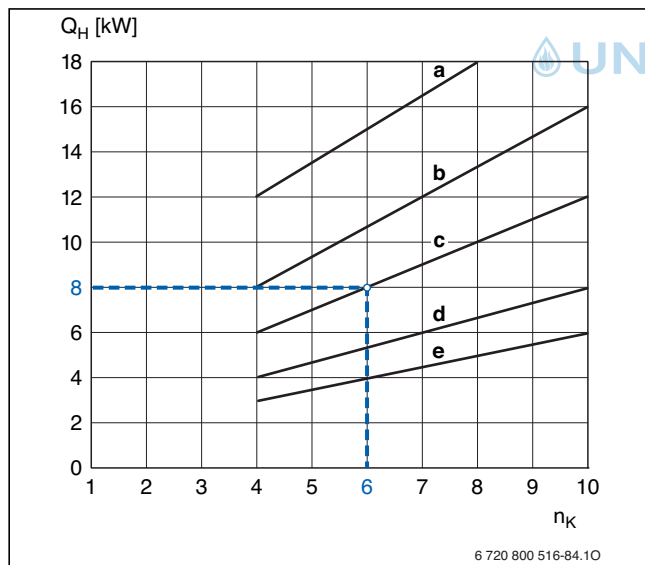
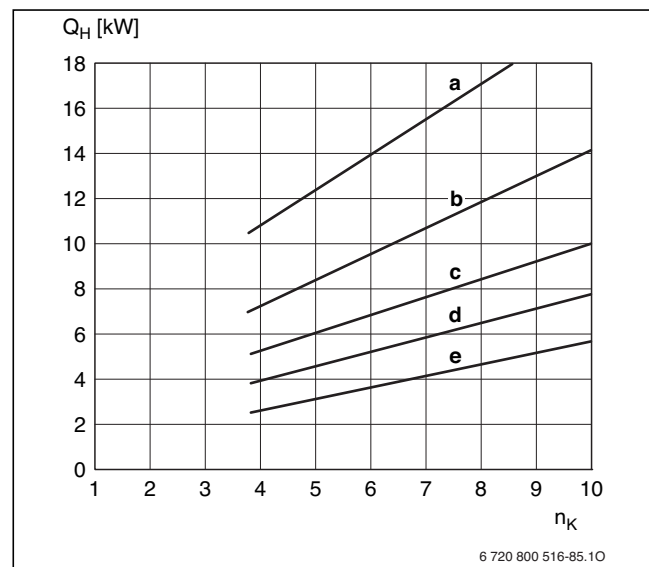
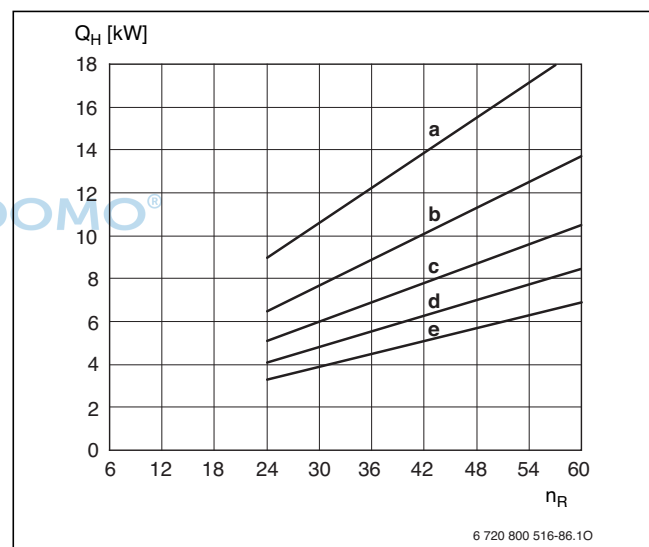

Bild 148 Diagramm zur überschlägigen Bestimmung der Kollektoranzahl FKT-2 für Warmwasserbereitung und Heizungsunterstützung (Beispiel hervor gehoben)
Bild 149 Diagramm zur überschlägigen Bestimmung der Kollektoranzahl FKC-2 für Warmwasserbereitung und Heizungsunterstützung
Bild 150 Diagramm zur überschlägigen Bestimmung der Röhrenanzahl bei VK 140-1/VK 280-1 für Warmwasserbereitung und Heizungsunterstützung
Die Diagramme in Bild 148 bis Bild 150 basieren auf einer Beispielrechnung mit folgenden Anlagenparametern:
Legende zu Bild 148, Bild 149 und Bild 150:
- Nach Diagramm in Bild 148, Kurve c, sind 6 Hochleistungs-Flachkollektoren FKT-2 erforderlich.